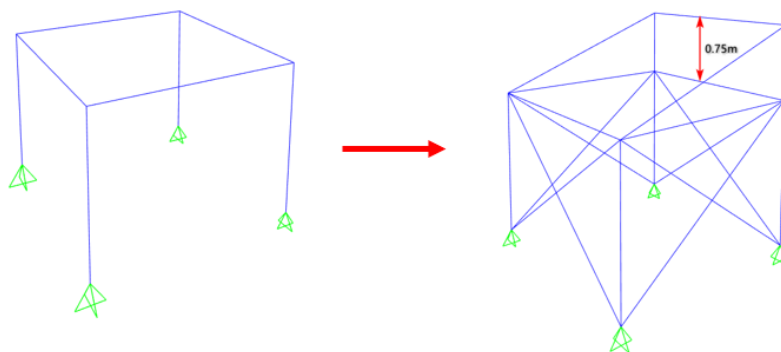

图 2.6 修改框架模型
4. 通过复制及绘制命令添加斜撑与倾斜支座四周的杆件，如图 2.6 所示。